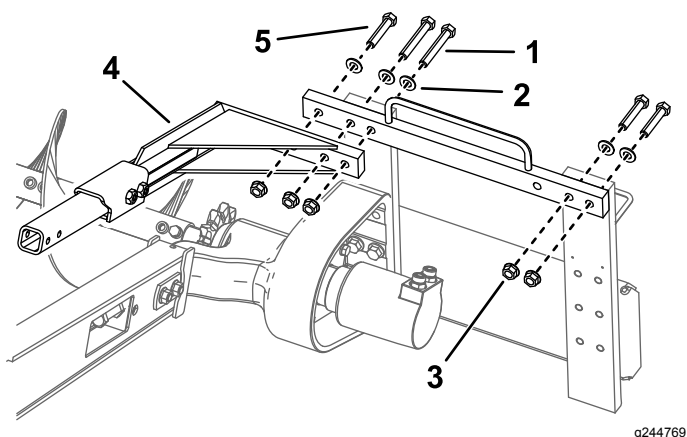

Figure 9
1. Boulon (6)
8. Retirez les 2 boulons (5/8" x 3"), les 2 rondelles et les 2 écrous qui fixent le côté droit du bâti supérieur et placez-les dans les trous correspondants sur la gauche (Figure 9).
9. Montez la barre de sécurité par dessus la chaîne de la trancheuse à l'aide des 3 boulons, rondelles et écrous à embase retirés précédemment (Figure 9).